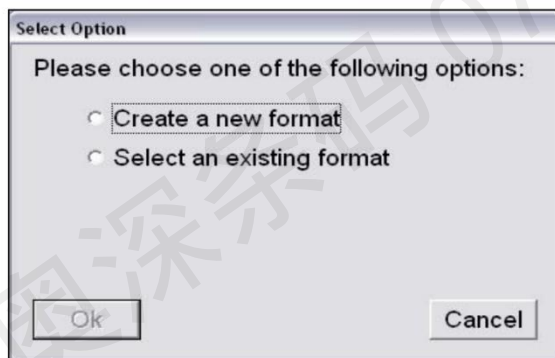

图7: 选择上述选项中的任意一个
3. 选择[Create a new format]或[Select an existing format]，点击[Ok](图7)。首次验证多个区域时，无默认的模板，因此选择[Create a new format]